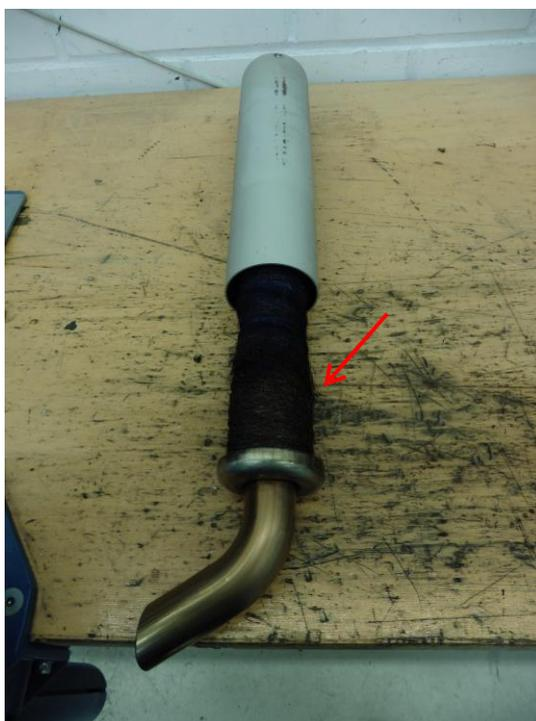

图4: 羊毛件
- 10 检查羊毛件。如果有烧灼迹象，彻底拆下羊毛件并换上新的羊毛件（图4）。